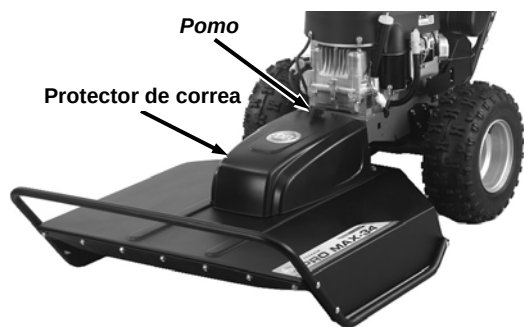

Figura 44
1. Desenrosque la pomo manual y retire el protector de la correa (**Figura 44**).